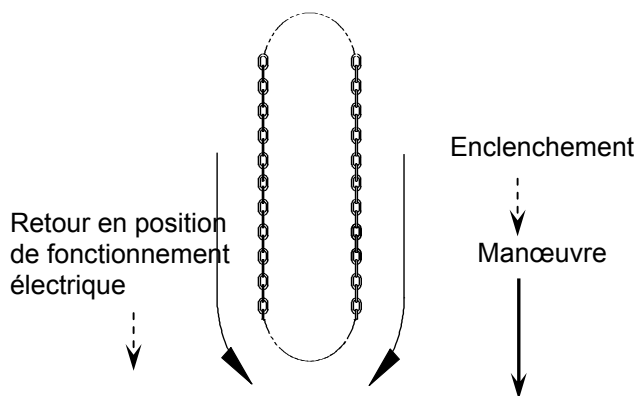

Figure 22 Manœuvre de la chaîne pour ouvrir et fermer la porte
2. Continuer alors le mouvement de traction sur la chaîne pour mettre la porte en mouvement. Si la porte ne se déplace pas dans la direction souhaitée, répéter les actions 1. et 2. en tirant sur la chaîne dans l'autre sens. (Consultez la Figure 22)